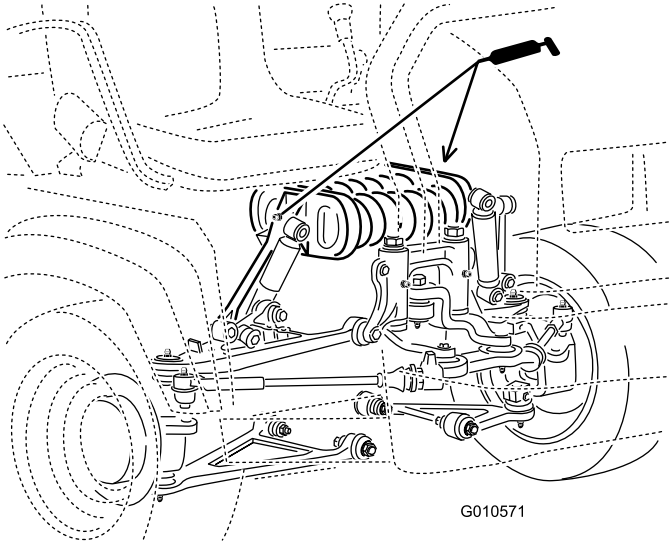

Рисунок 42
- Стойка рессоры(2) (Рисунок 42)